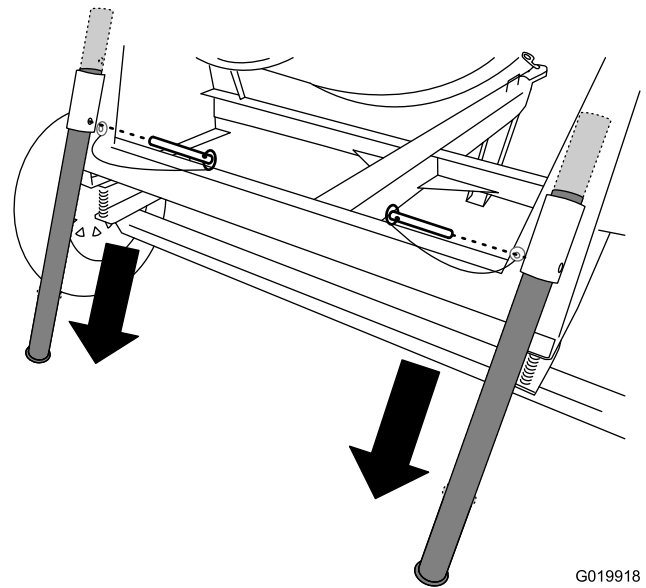

Figura 30
2. Deslice la pata estabilizadora hacia abajo en el soporte, y alinee el taladro del soporte superior con el taladro superior de la pata estabilizadora (Figura 30).
3. Introduzca el pasador de horquilla a través de los taladros del soporte y de la pata estabilizadora (Figura 30).
1. Retire el pasador de horquilla de una de las patas estabilizadoras traseras y del soporte (Figura 30).